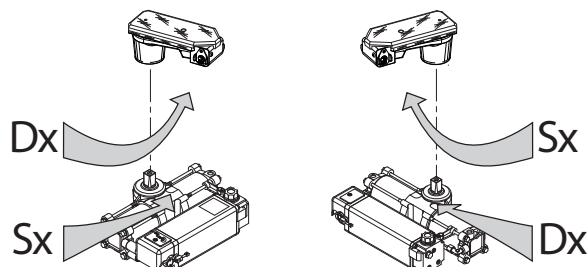

Рис. 17
- К правой версии Combi 740 углом открывания 110°, применяется **правая** разблокировка, к левой версии - **левая** разблокировка (Рис.17)
- К правой версии Combi 740 углом открывания 175°, применяется **левая** разблокировка, к левой версии - **правая** разблокировка (Рис.17)